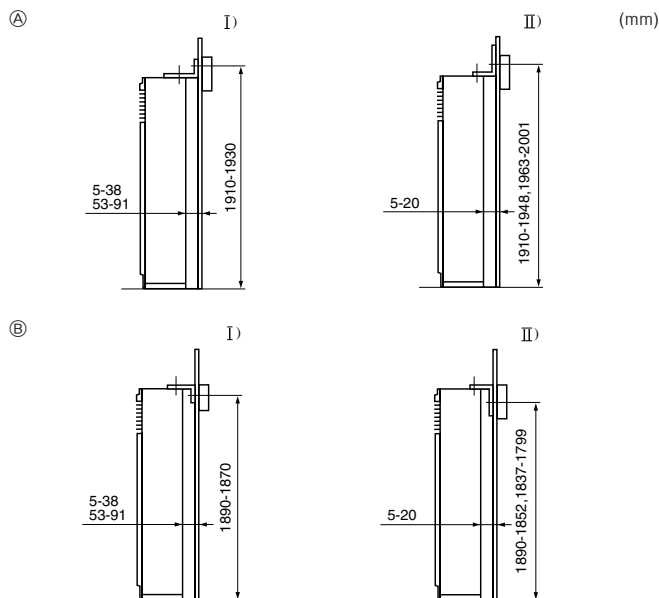

Fig. 3-3
- ① Γωνιακό λαμάκι στήριξης
Το γωνιακό λαμάκι στήριξης ① τοποθετείται στην άνω επιφάνεια της μονάδας. Βγάλτε τις λαμαρινόβιδες ② και στη συνέχεια επανατοποθετήστε το λαμάκι όπως φαίνεται στην εικόνα. Για τις κατάλληλες αποστάσεις τοποθέτησης, δείτε στη Fig. 3-3.
- ⑩ Βίδα
- Ⓔ Βγάλτε τη βίδα ⑩ και στη συνέχεια τραβήξτε τη γρίλια προς τα εμπρός για να τη βγάλετε.
3.3. Τοποθέτηση του γωνιακού λαμακιού στήριξης (Fig. 3-3)